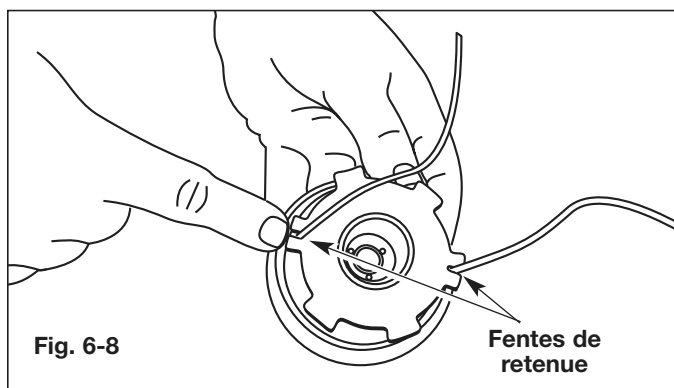

Fig. 6-8
- Insérez les extrémités du fil dans les deux fentes de retenue (Fig. 6-8).